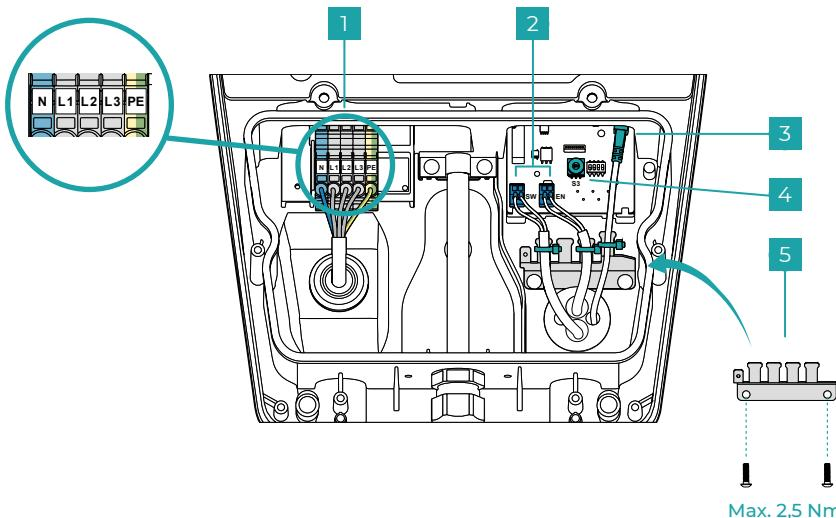

Fig. 6
Som tillval kan en extern spärranordning (t.ex. nyckelbrytare) anslutas till det interna gränssnittet (fig. 6 - nr 2 - EN-gränssnitt).
max. 5×6 mm²) och anslut den som i **fig. 6 - nr 1**. I figuren visas nätslutenhet med tre faser. För att ansluta laddningssystemet via en fas i nätet ska N, L1 och PE användas.
- Konfigurera max. laddningsström till mellan 6 A och 16 A med hjälp av vridbrytaren S3 som i **fig. 6 - nr 4**. 0 = 6 A (förinställning), 1 = 8 A, 2 = 10 A, 3 = 12 A, 4 = 14 A, 5 - 9 = 16 A
- Tillval: Förbered dataledningarna (digital ingång (EN)/utgång (SW) och LAN) och anslut dem som i **fig. 6 - nr 2 & 3**. Ta bort kabelbryggan om en extern spärranordning ska anslutas via den digitala ingången.
Montera dragavlastningen som i **fig. 6 - nr 5** och fixera dataledningarna med buntband. Montera den nedre kåpan på laddningssystemet som i **fig. 7**.